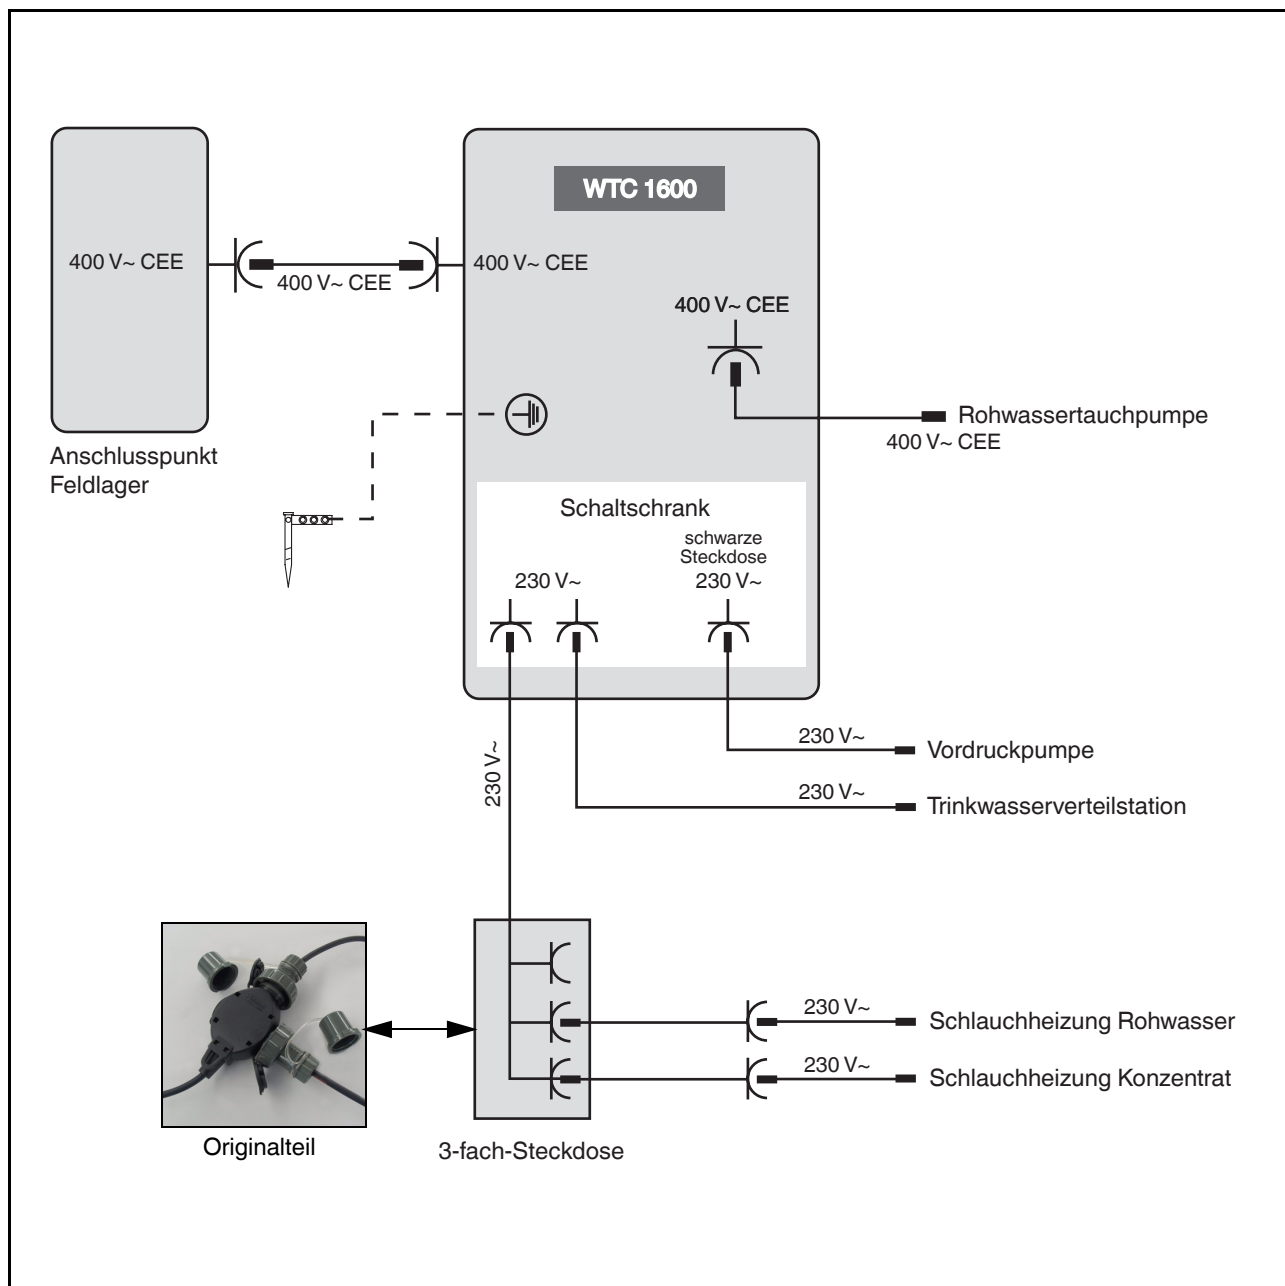

Bild 39 Schema Stromversorgung Baustein Wasserversorgung
Die Stromversorgung der Geräte des Bausteins Wasserversorgung erfolgt durch die WTC 1600 gemäß Schema Stromversorgung Baustein Wasserversorgung (Bild 39).
- Anschlüsse herstellen gemäß Schema Stromversorgung Bild 39.